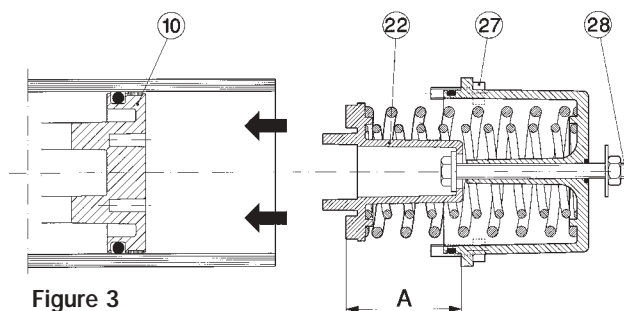

Figure 3
5. Vérifier la parfaite précontrainte du ressort en respectant la cote A, figure 3, soit 137 mm.